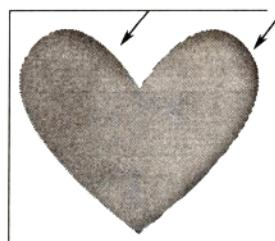

图 1-22
**4** 在心形的四周轻轻喷出黑色，右边的方向颜色偏深（图 1-22）。